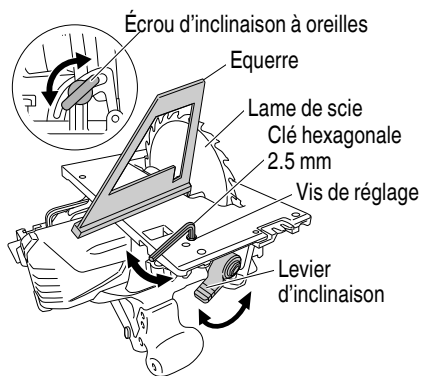

Fig. 35
6. Réglage du socle et de la lame de scie en vue de la perpendicularité (Fig. 35)